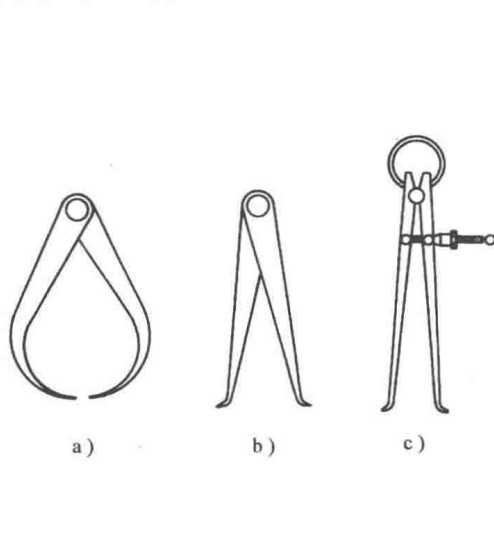

图 1-20 卡钳
(4) 卡钳 卡钳分为外卡钳和内卡钳,如图 1-20 所示。外卡钳用来测量工件的外径尺寸,内卡钳主要用于测量工件的内径尺寸。由于卡钳本身不带刻度,不能直接读出数值,因此,使用时应与金属直尺或千分尺配合使用。